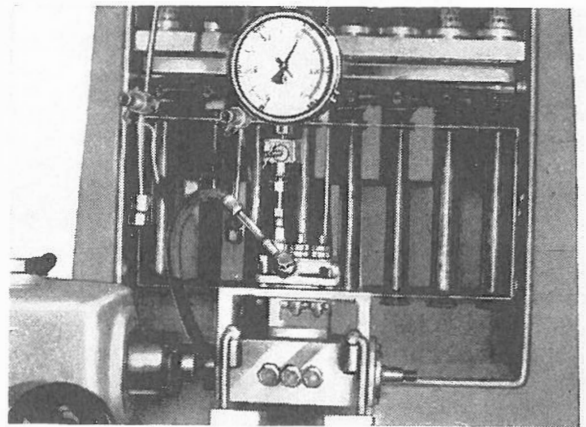

Fig. 42
- Collegare un raccordo di mandata ad un manometro da 600 kg./cm² con valvola di sicurezza (Fig. 42).
- Connect a delivery connection to a 600 Kg/sq cm pressure gauge provided with a safety valve (Fig. 42).
- Relier un raccord de refoulement à un manomètre de 600 kg/cm² avec soupape de sûreté (fig.42).